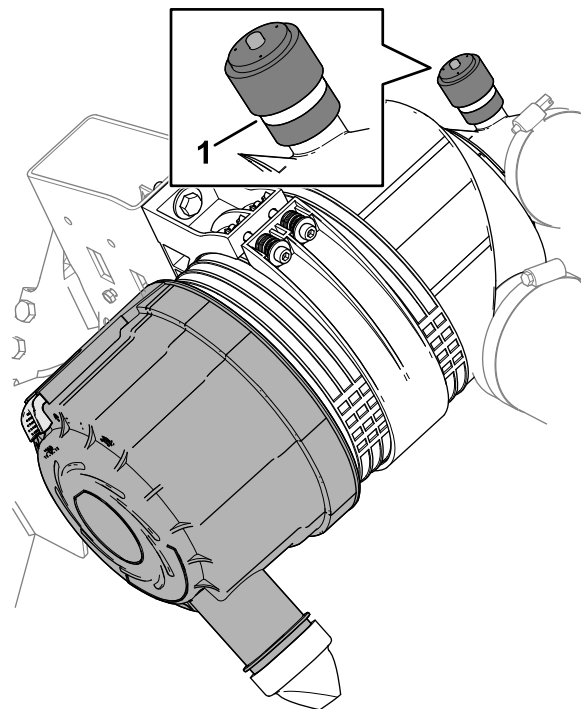

Рисунок 106
3. Проверьте индикатор обслуживания, расположенный на конце корпуса воздушного фильтра (Рисунок 106).